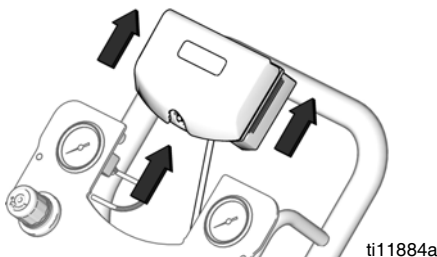

FIG. 11. Fjern DataTrak-enheten
3. Ta DataTrak-modulen ut av braketten. Se FIG. 11. Ta modulen og påfestet kabel med deg til et ikke-eksplosjonsfarlig sted.